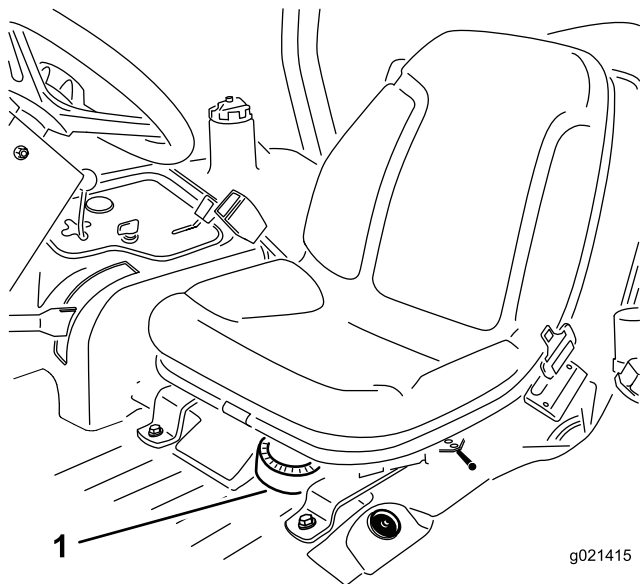

Figura 48
1. Retire el asiento de la unidad de tracción para acceder a la bomba de combustible (Figura 48).